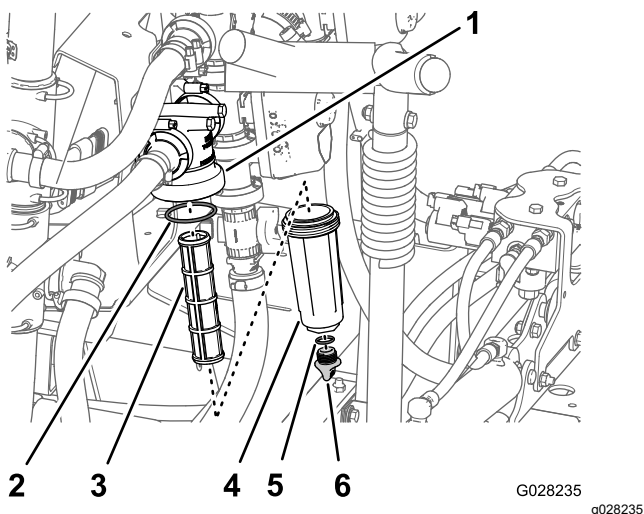

Figura 146
2. Coloque un recipiente de drenaje debajo del filtro de presión (Figura 146).
3. Gire el tapón de vaciado en sentido antihorario y retírelo de la cubeta del filtro de presión (Figura 146).
4. Enrosque la cubeta en sentido antihorario y retírela de la cabeza del filtro (Figura 146).
5. Retire el elemento usado del filtro de presión (Figura 146).
6. Inspeccione la junta tórica del tapón de vaciado (situada dentro de la cubeta) y la junta tórica de la cubeta (situada dentro de la cabeza del filtro) en busca de daños o desgaste (Figura 146).
7. Instale el elemento nuevo del filtro de presión en la cabeza del filtro (Figura 146).
8. Instale la cubeta en la cabeza del filtro, y apriétela a mano (Figura 146).
9. Instale el tapón en la cubeta, y apriételo a mano (Figura 146).